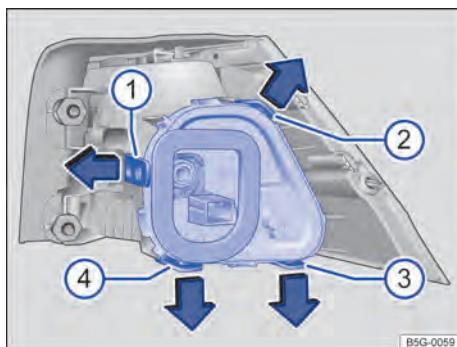

Fig. 226 Lanterna traseira na carroceria: des instalar o suporte da lâmpada. Tiras de travamento 1 bis 4.
7. Para destravar o suporte da lâmpada, pressionar as tiras de travamento ⇒ Fig. 226 ① a ④ no sentido da seta.